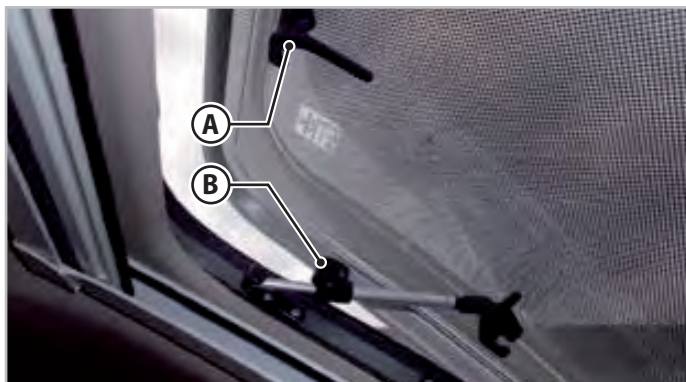

Fig.6.9 - Panoramisk køje
1. Drej håndtagene (**A** - Fig.6.9) til den lodrette position.
3. Fastlås køøjet ved at stramme låseknapperne (**B** - Fig.6.9) på teleskoparmene.
1. Skru låseknapperne på teleskoparmene (**B** - Fig.6.9) ud.
3. Hægt alle håndtagene (**A** - Fig.6.9) fast.